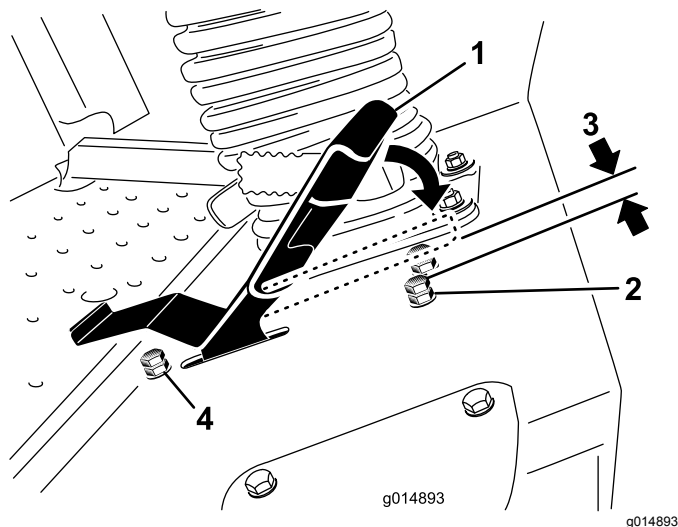

Figure 65
- Desserrez l'écrou de blocage sur le boulon d'arrêt de la pédale de déplacement (Figure 65).